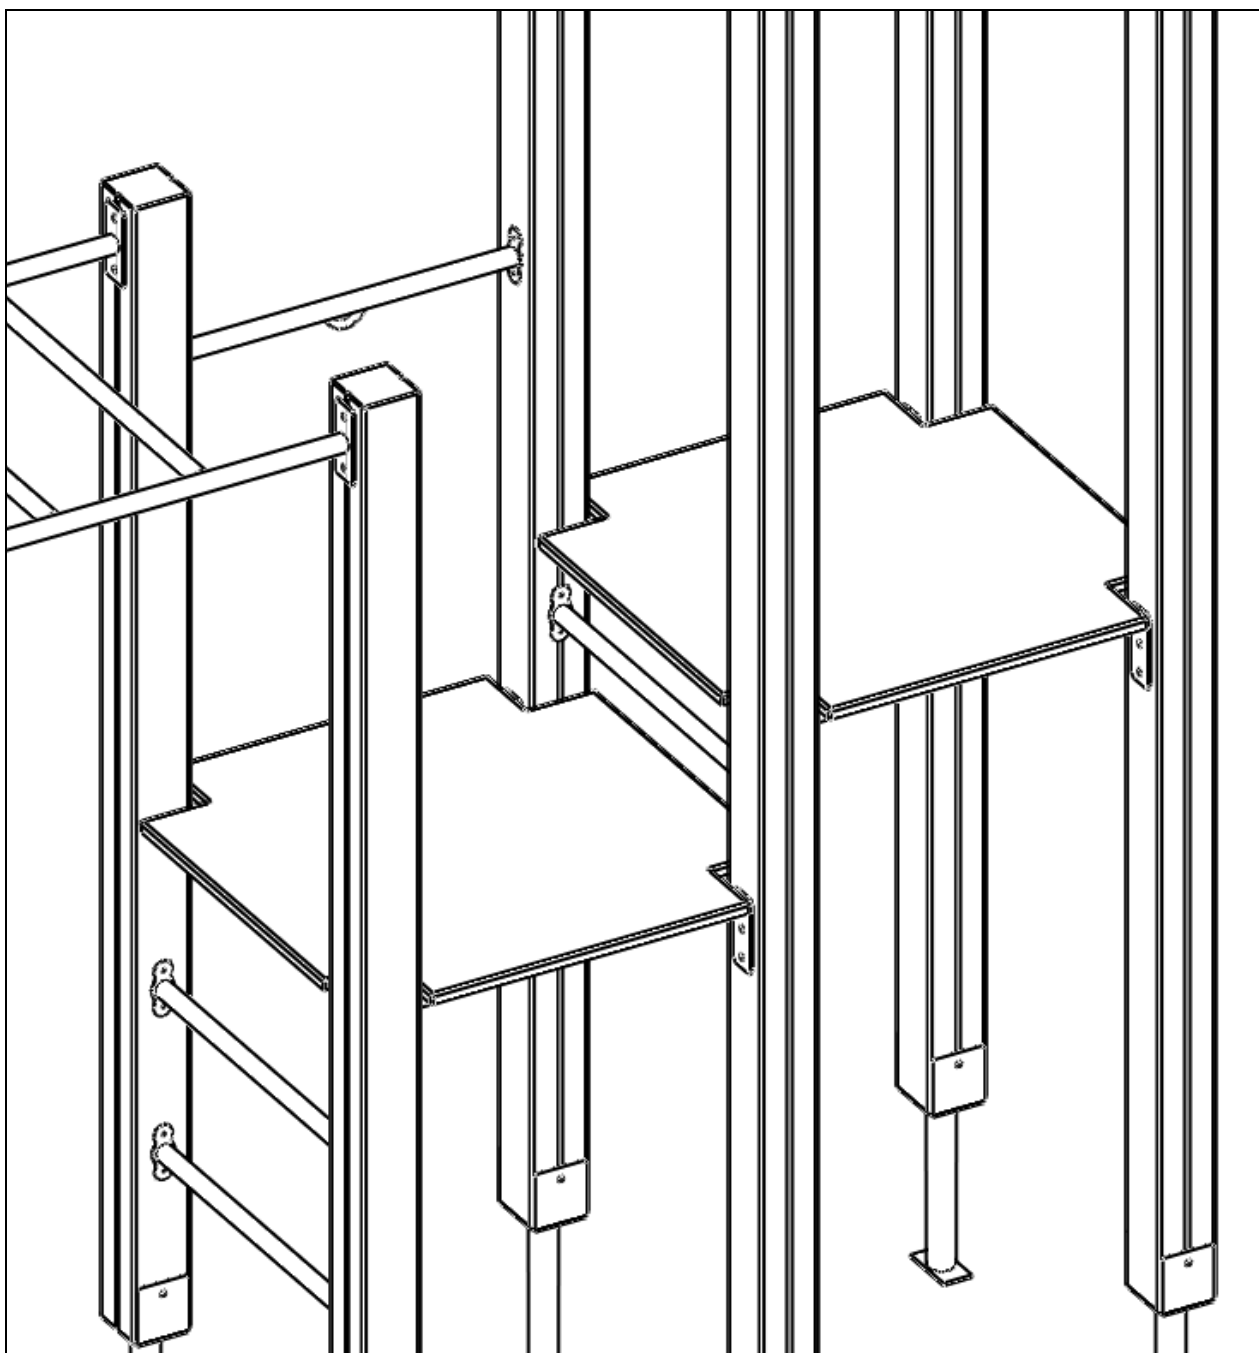

Рисунок 10
3. Установить на рамы пола настил из ламинированной фанеры (шершавой стороной вверх), закрепив его при помощи мебельных болтов М6х25 + шайба + колп. гайка (см. рис. 10).